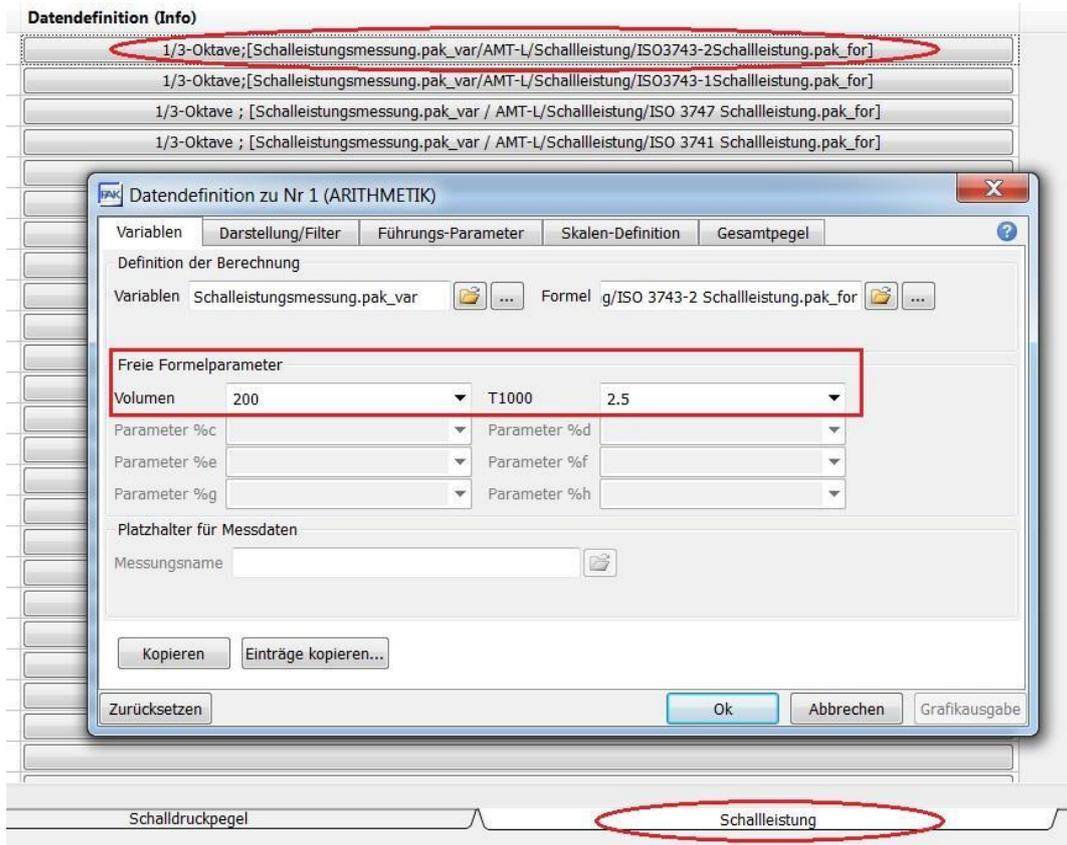

Abb. 32 – Eingabe freier Formelparameter in der Datendefinition (hier: ISO 3743-2)
- Datendefinition **ISO 3743-2** (siehe Abb. 32)